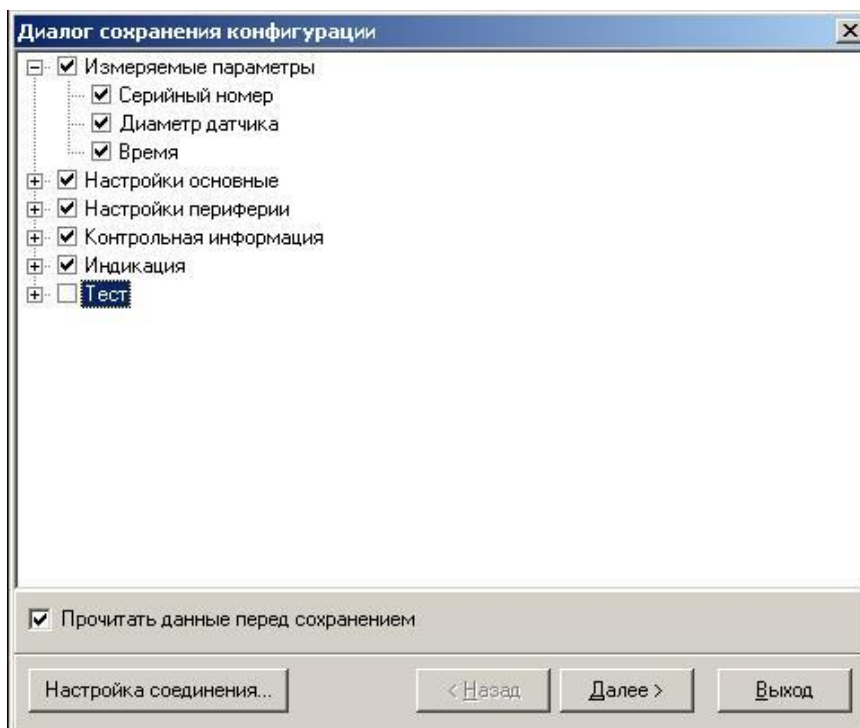

Рис.20. Окно «Диалог сохранения конфигурации».
- в открывшемся окне «Диалог сохранения конфигурации» выбрать набор параметров, которые будут прочитаны из прибора, установить флаг «Прочитать данные перед сохранением» и нажать кнопку «Далее», дождаться окончания считывания (рис.20).